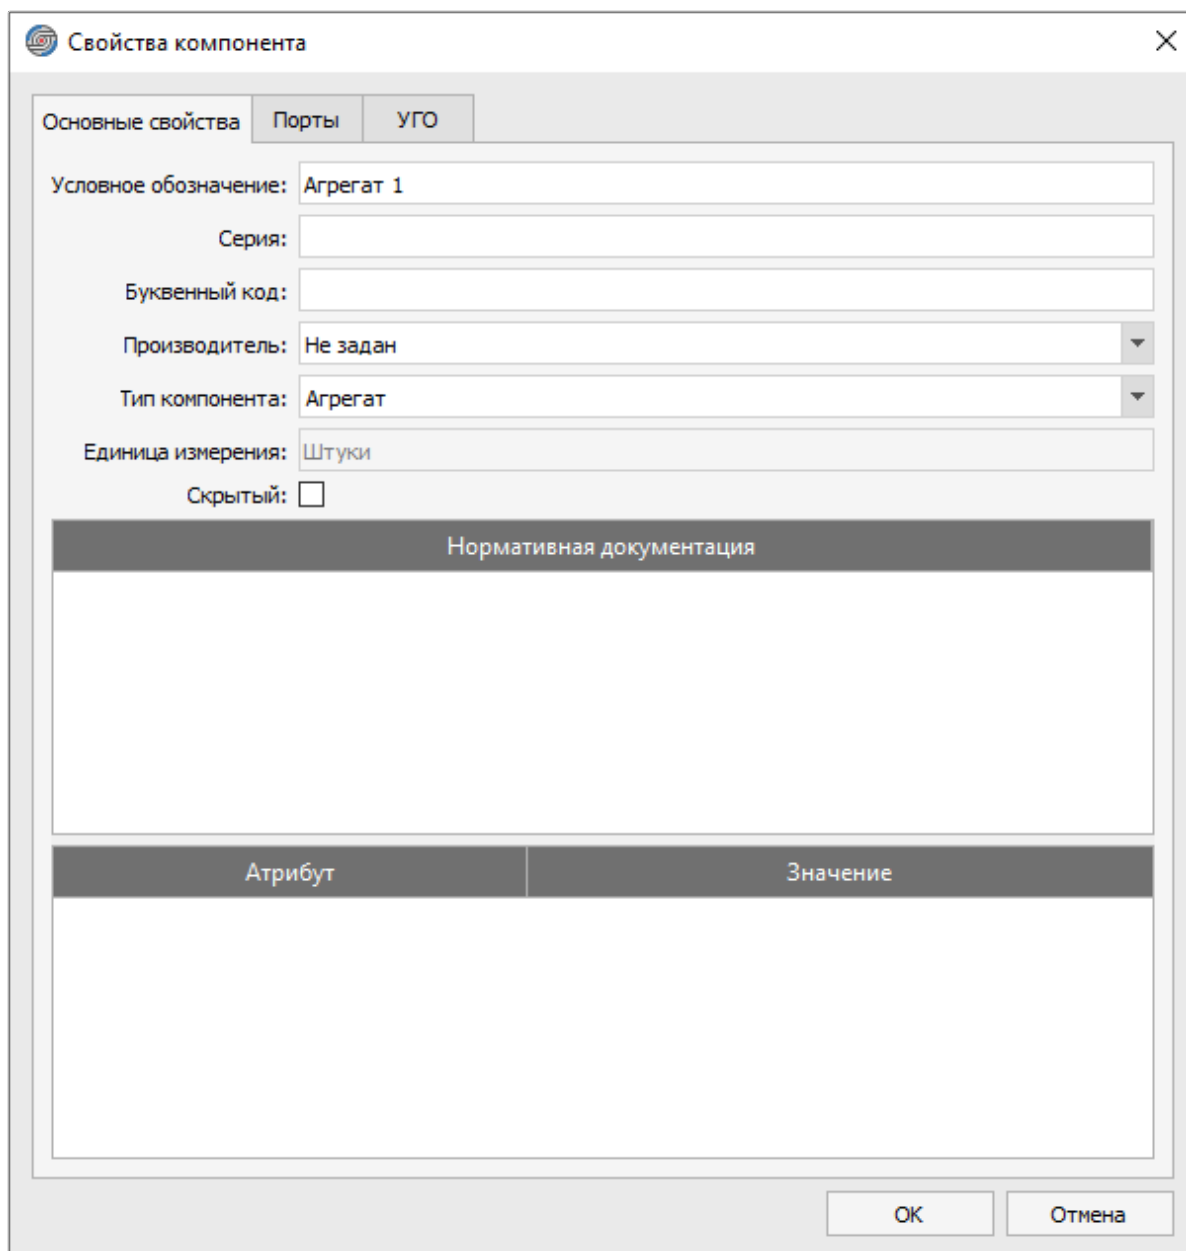

Рисунок 109. Окно «Свойства компонента»
- 2) В открывшемся окне «Свойства компонента» внести необходимые изменения (см. рисунок 109).